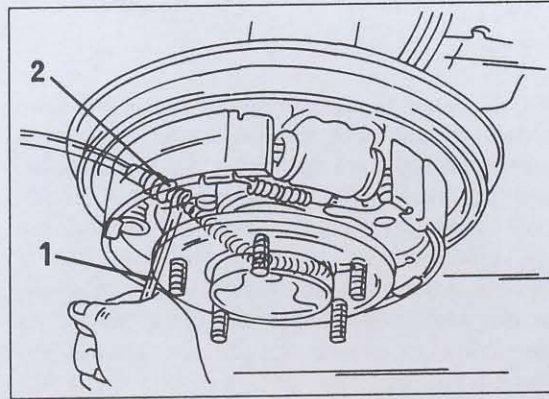

Bild 318
- Einen 12 mm-Ringschlüssel über das Handbremsseil schieben und damit gegen die äussere Handbremsbefestigung drücken. Genügend Druck ausüben, bis der Ring des Schlüssels gegen den Anschlag anliegt, wie es in Bild 318 gezeigt ist. In diesem Zustand das Handbremsseil hinten aus der Bremsträgerplatte herausziehen.